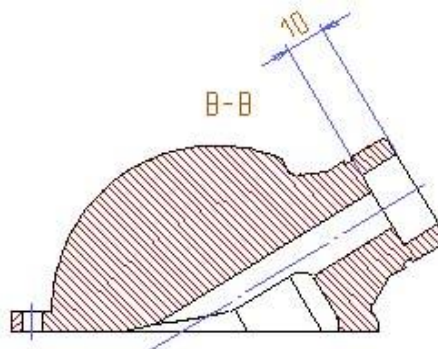

Рисунок 2.37 – Результат внесення змін до плоскої і об'ємної геометрії
5. Таким чином, ми внесли зміни до плоскої і об'ємної геометрії (рис. 2.37).